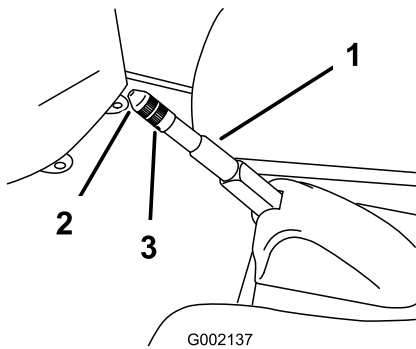

Bild 45
2. Lockern Sie die Stellschraube, mit der das Handrad am Feststellbremshebel befestigt ist (Bild 45).